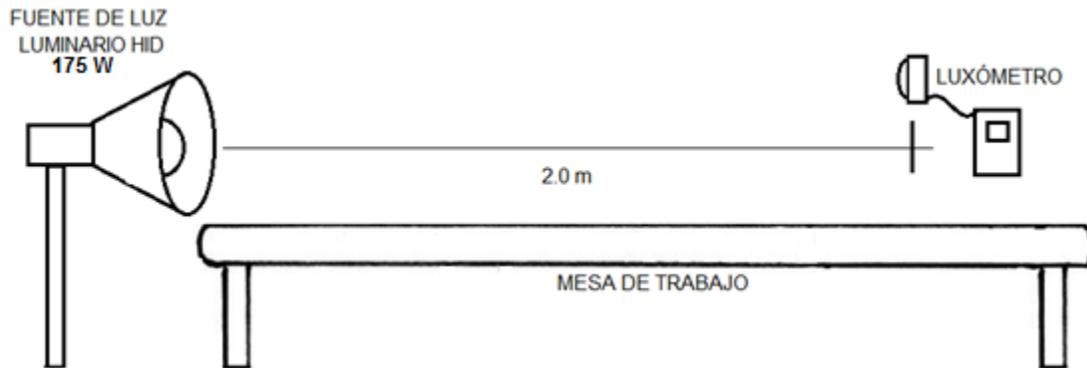

Figura 2
4.- Coloque la fuente de luz (Luminario HID de 175 W) sobre la mesa de trabajo como muestra la figura 2. La tensión de alimentación del luminario es 220 V. Con ayuda de la cinta métrica mida la iluminación local a 2 m de distancia de la fuente de luz sobre la mesa. Utilice los diferentes valores de escala para medir en luxes y registre sus valores en la tabla 1.